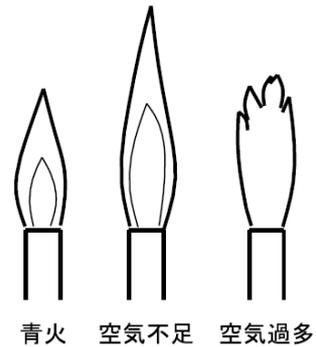

図 8-18
2) 炎の点検・空気調整(図 8-18,19)
- ・ 炎が正常な状態であることを確認します。(図 8-18)